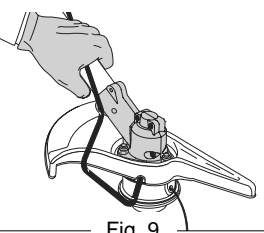

Fig. 9
2. Maintenez la tige de blocage en place en la saisissant prs du bras de l'opŽrateur (Fig. 9).